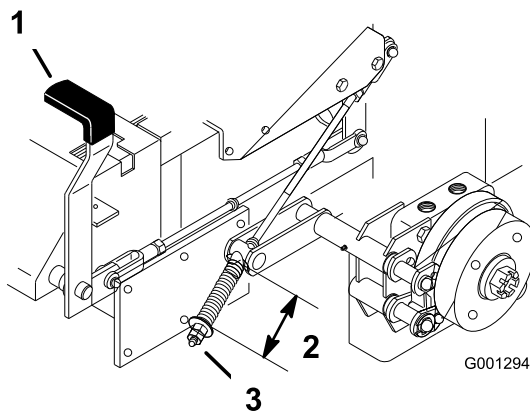

Figure 57
2. Mesurez la longueur du ressort. Les rondelles doivent être espacées de 64 mm (Figure 57).
3. Si un réglage est requis, desserrez le frein de stationnement, desserrez l'écrou de blocage situé sous le ressort et réglez l'écrou directement au-dessous du ressort (Figure 57). Modifiez le serrage de l'écrou jusqu'à ce que le ressort ait la longueur voulue. Tournez l'écrou dans le sens horaire pour raccourcir le ressort et dans le sens anti-horaire pour l'allonger.